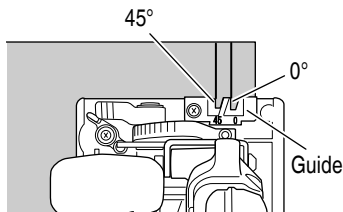
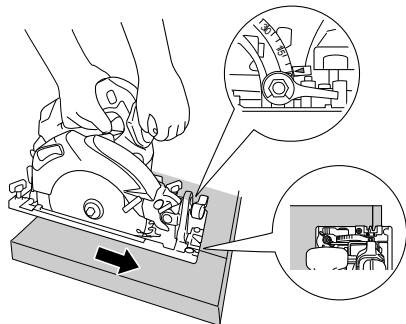
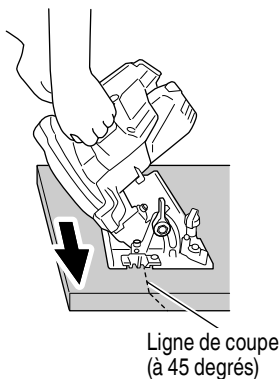

Fig. 30 <Vue supérieure>
Fig. 31
Fig. 32
- (1) Placer le socle sur le matériau, puis aligner la ligne prémarquée et la lame de scie avec la découpe sur le devant du socle (Fig. 30).
- (2) Lorsque le socle n'est pas incliné, utiliser le côté droit de l'encoche (Fig. 30, Fig. 31).
Si le socle est incliné (45 degrés), utiliser le côté gauche de l'encoche (Fig. 30, Fig. 32).